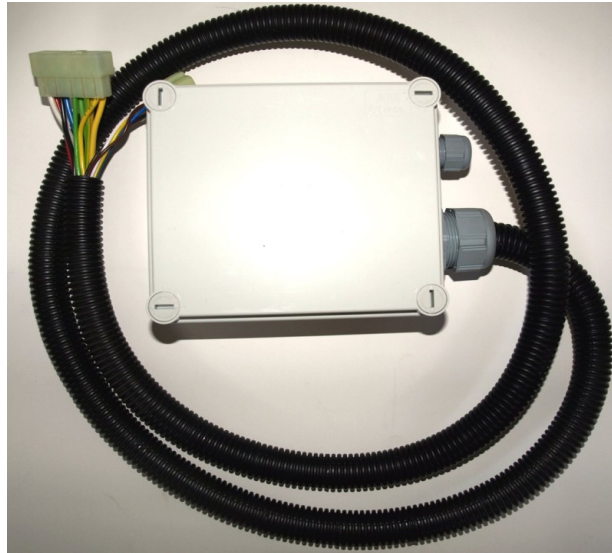

Рис.3.1. Внешний вид блока электроники ИУ15л.
**Устройство управления генераторной станцией ИУ15л.** Содержит контроллер, управляющий процедурой запуска, работы и останова генераторной станции по заданному алгоритму1. Внешний вид устройства показан на рис.3.1.